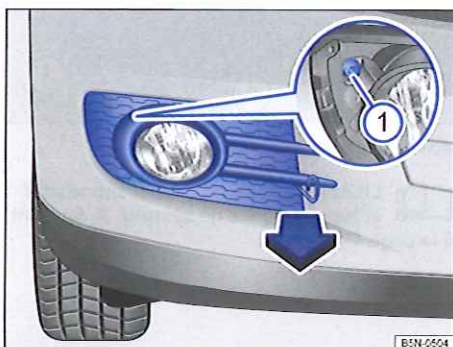
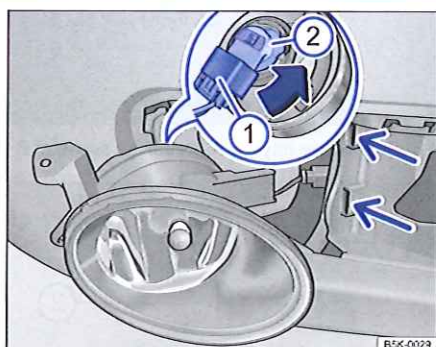

Fig. 235 Dans le pare-chocs avant, côté droit : dépose du projecteur.
Fig. 236 Changement d'une ampoule dans le projecteur.
2. Prenez l'étrier métallique dans l'outillage de bord et accrochez-le dans l'ouverture située sur le cache ⇒ fig. 235. Retirez le cache vers l'avant, dans le sens de la flèche.
3. Dévissez la vis de fixation ① à l'aide du tournevis faisant partie de l'outillage de bord ⇒ page 396.
5. Déverrouillez puis débranchez la fiche de raccordement ⇒ fig. 236 ①.
6. Tournez le porte-ampoule ② dans le sens de la flèche jusqu'en butée (dans le sens inverse des aiguilles d'une montre), puis retirez-le par l'arrière en même temps que l'ampoule.
9. Rebranchez la fiche de raccordement ① sur le porte-ampoule ②. La fiche doit s'enclencher de manière audible.
10. Insérez le projecteur depuis l'extérieur dans les évidements ⇒ fig. 236 (flèches) et mettez-le en place dans le pare-chocs
11. Vissez fermement la vis de fixation ⇒ fig. 235 ① à l'aide du tournevis.
12. Mettez le cache en place dans le pare-chocs ⇒ fig. 235.